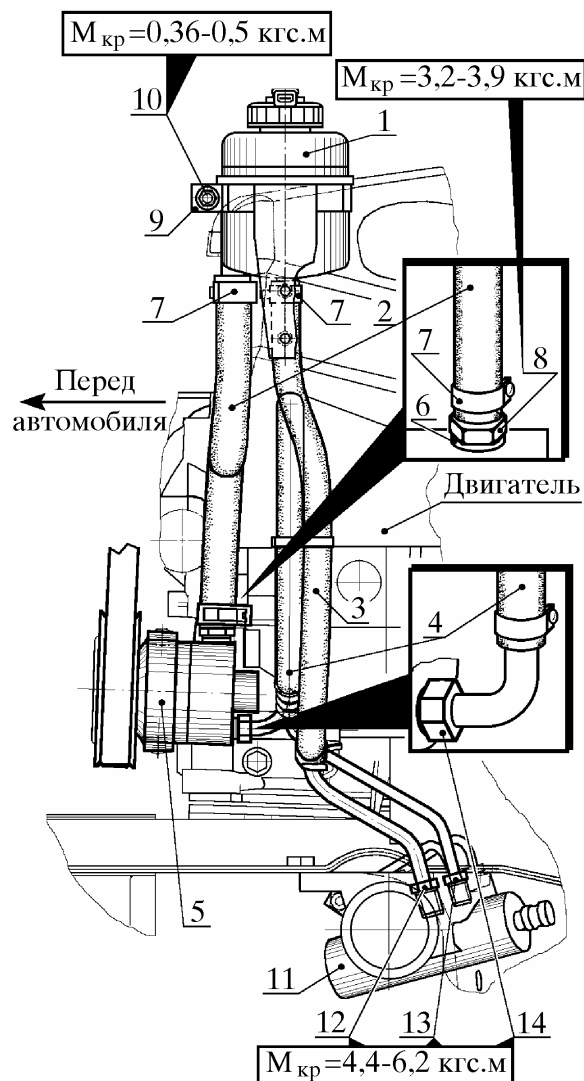

Рис. 22. Установка масляного бачка и шлангов системы ГУР:
5.12. Установить масляный бачок 1 (рис. 22) и шланги 2, 3, 4 системы ГУР в последовательности, обратной снятию по пп. 4.2, 4.3, при этом руководствоваться следующими техническими требованиями:
1) установить масляный бачок 1 в хомут 9 так, чтобы патрубки под всасывающий и сливной шланги 2, 3 были расположены, как показано на рис. 22;